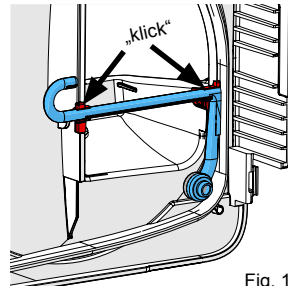

Fig. 12
- Remettre le tuyau d'arrosage en place ; pour cela, enfoncer le tuyau d'arrosage dans les deux fixations (Fig. 12).